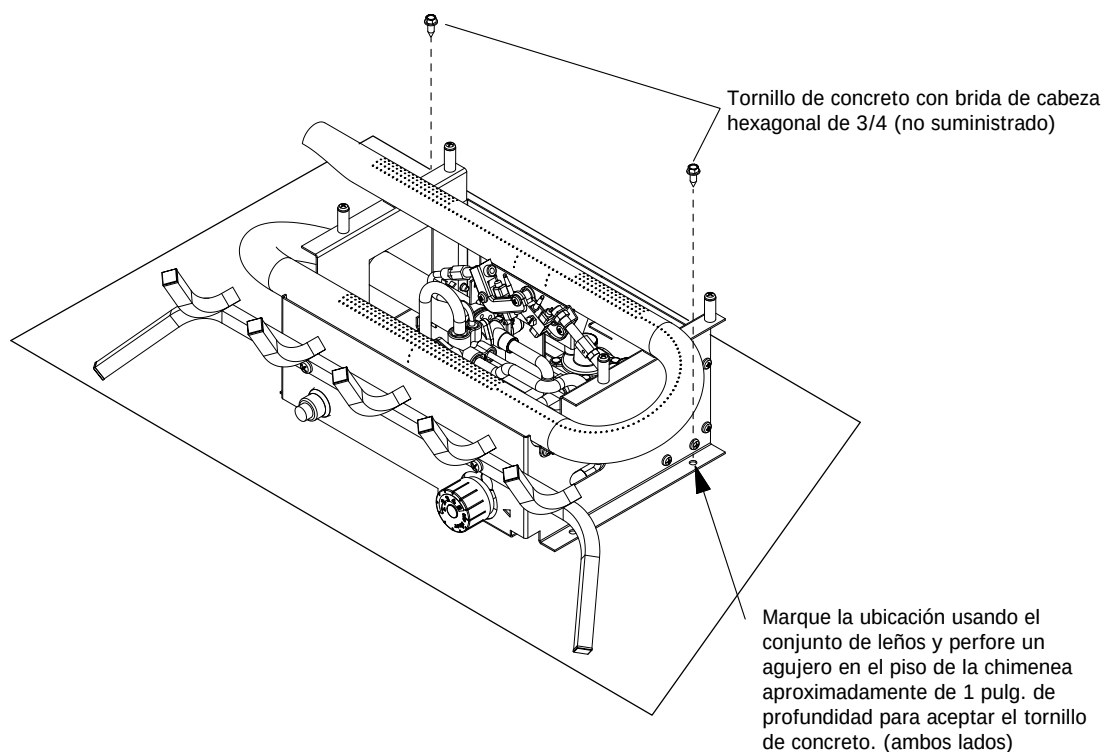

Fig. 11.1
- Perfore dos (2) agujeros de 5/32 pulg. de diámetro aproximadamente de 1 pulg. de profundidad.
- Ancle la bandeja frontal al piso usando los (2) tornillos de fijación de concreto (no incluidos). (Ver Fig. 11.1).